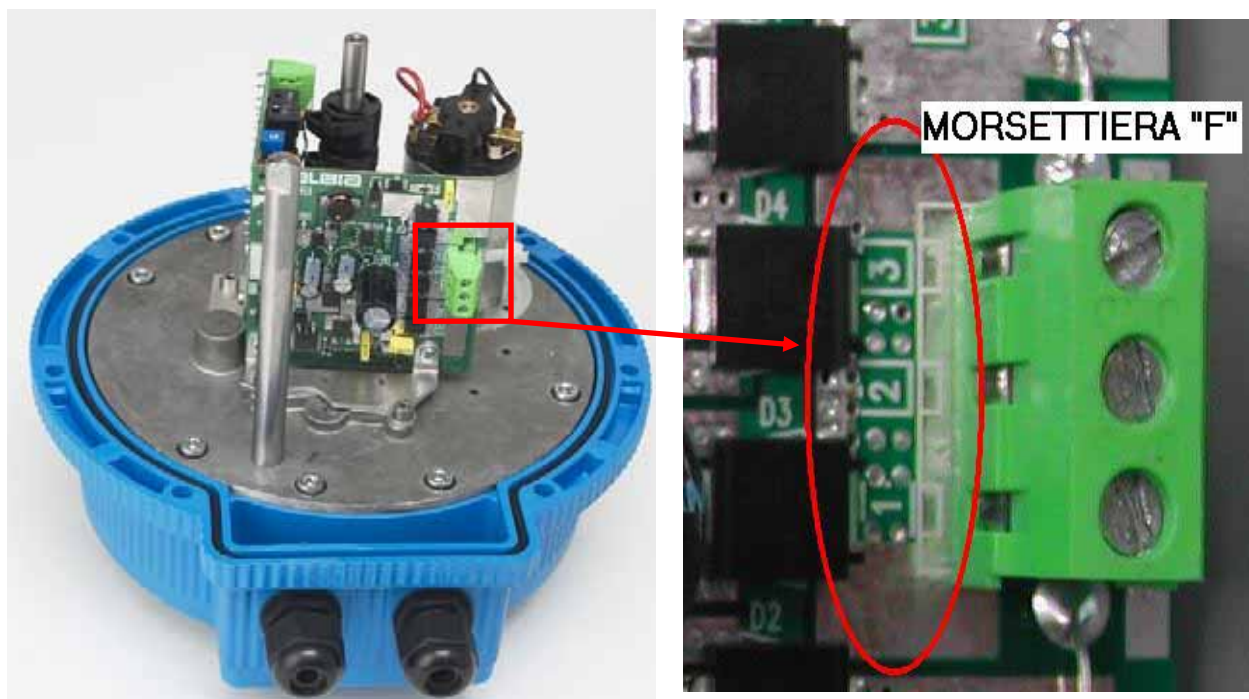

Рис.2 Схема питания на 24V пост./перем. ток и деталь клеммной панели “F”
4.2 Электрическое соединение для моделей, запитываемых при 24Vперем./пост. ток (рис. 2 и 4)